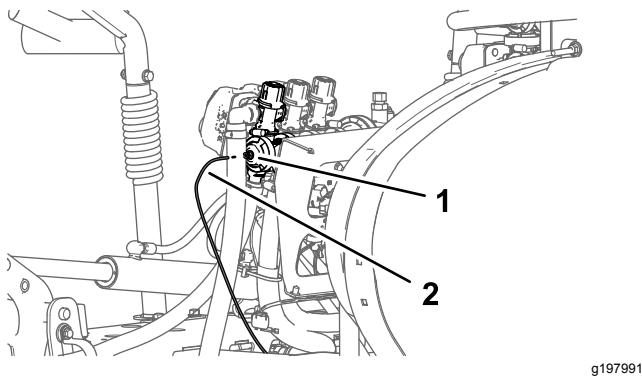

Figura 27
- Pressione o anel no acoplador do tubo no tampão da extremidade da válvula da secção da rampa direita (Figura 27).
- 2. Puxe o tubo sensor de pressão do indicador no painel do acoplador do tubo (Figura 27).